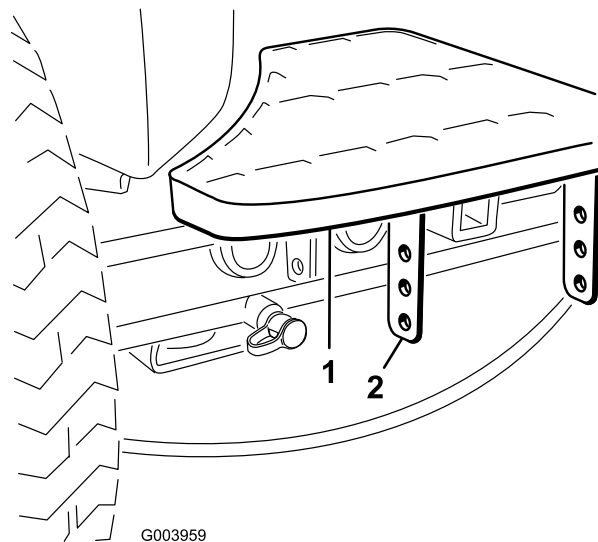

Рисунок 2
1. Отверните два болта и гайки крепления кронштейнов ступеней к раме тягового блока (Рисунок 2).